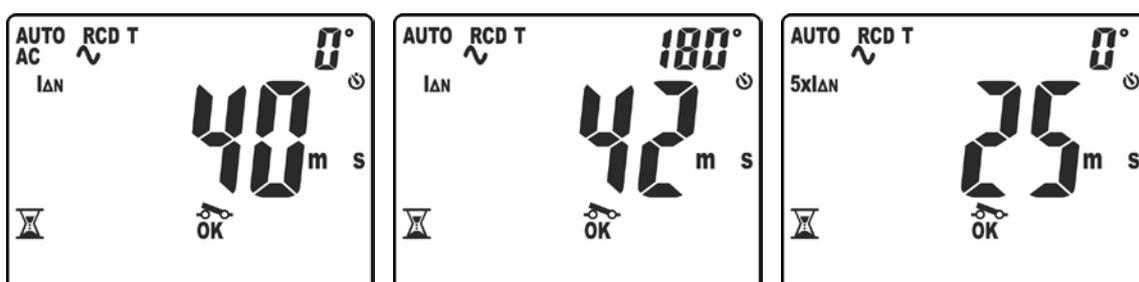

Fig. 32: Tempo de disparo no modo AUTO – Ecrã 1
10. O primeiro teste é aquele que é executado com corrente de teste  $I_{\Delta n}$  e polaridade  $0^\circ$ . O resultado da medição parcial é apresentado no display com indicação “OK” ou “NÃO OK” (ver Fig. 32 – parte esquerda). O símbolo “” intermitente indica que se deve rearmar o RCD
11. O segundo teste é aquele que é executado com corrente de teste  $I_{\Delta n}$  e polaridade  $180^\circ$ . O resultado da medição parcial é apresentado no display com indicação “OK” ou “NÃO OK” (ver Fig. 32 – parte central). O símbolo “” intermitente indica que se deve rearmar o RCD
12. O terceiro teste é aquele que é executado com corrente de teste  $5xI_{\Delta n}$  e polaridade  $0^\circ$ . O resultado da medição parcial é apresentado no display com indicação “OK” ou “NÃO OK” (ver Fig. 32 – parte direita). O símbolo “” intermitente indica que se deve rearmar o RCD